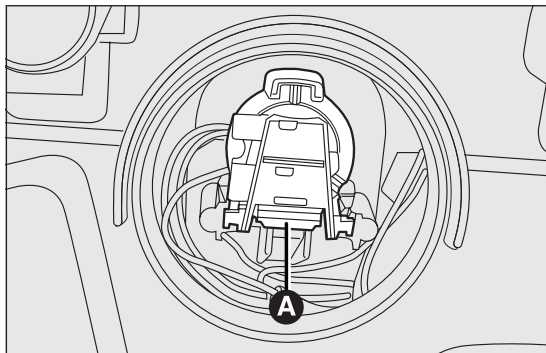

fig. 113
- premere sul dispositivo di bloccaggio A fig. 113 ed estrarre il portalampada;